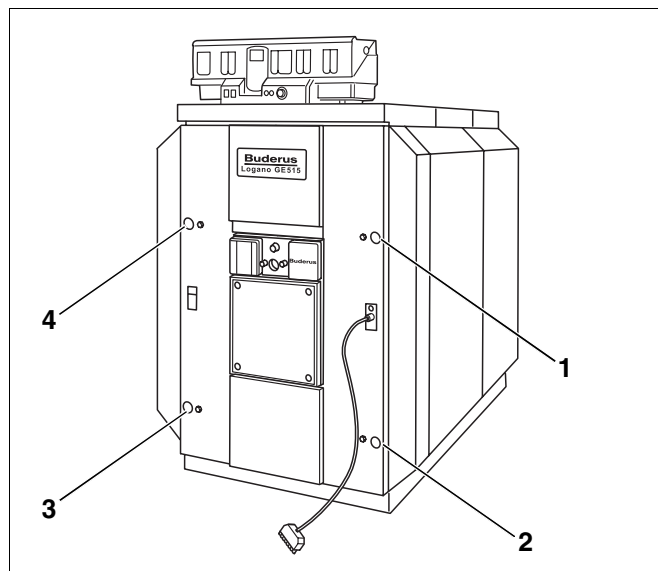

Abb. 71 Brennentürbefestigung
- Die vier Maschinenschrauben lösen, die zur Befestigung der Brennentür am Vorderglied dienen (Abb. 71, **Pos. 1 bis 4**).